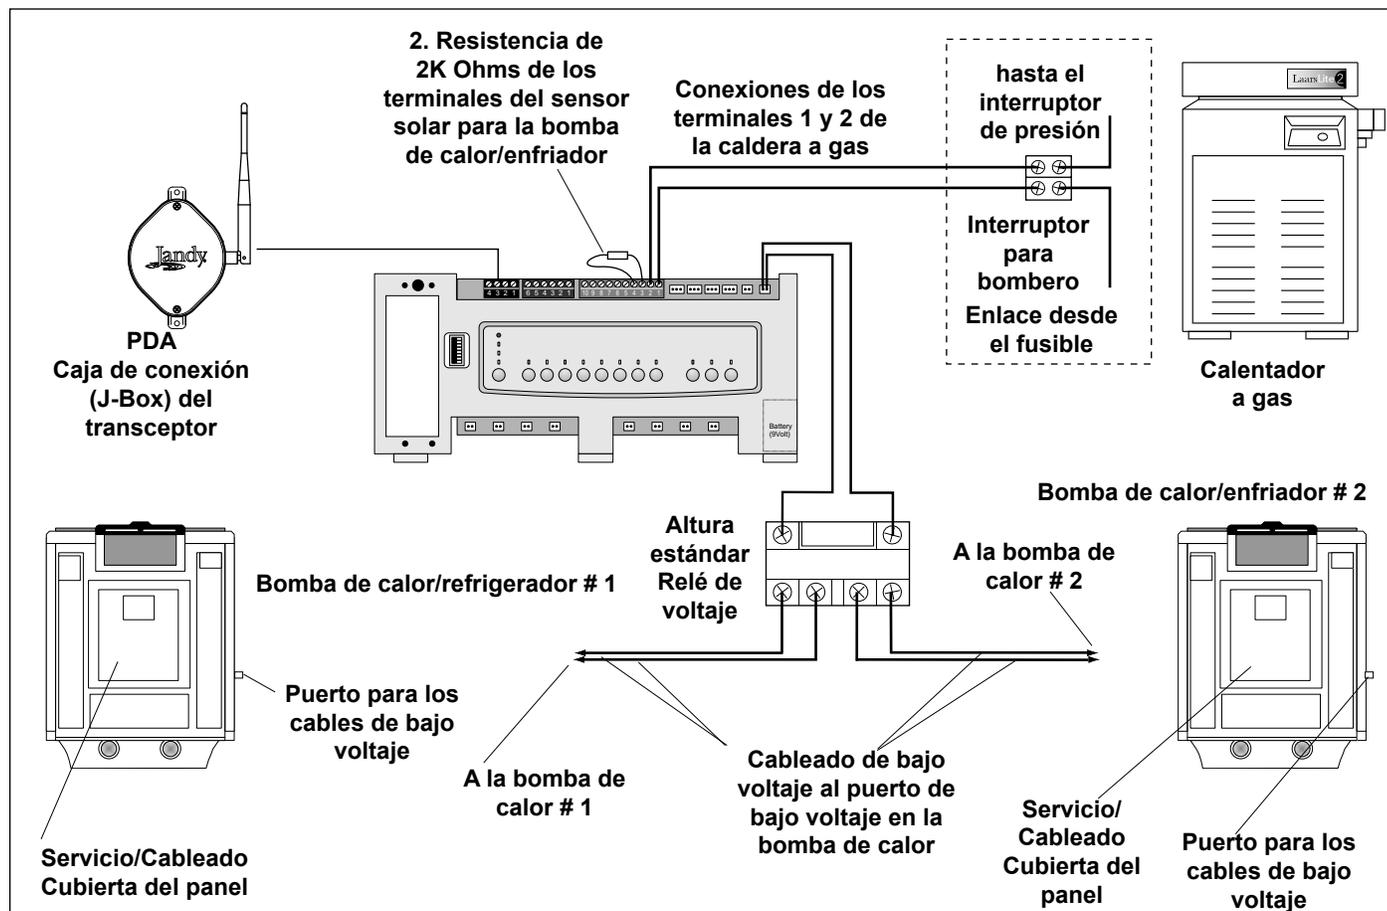

Figura 16. Cableado de la caldera y de la bomba de calor/refrigerador
1. Instale una resistencia de 2.2K Ohms, en las terminales del sensor solar # 3 y 4 de la barra terminal de 10 clavijas del centro de carga del AquaLink RS (véase Figura 16).
2. Para colocar los cables desde la bomba de calor, remueva los 5 tornillos que ajustan la cubierta de servicio/cableado del panel hasta la bomba de calor (véase Figura 16).
NOTA Uno de los extremos del cableado reservado para ir a través de la conexión del conducto identificado como “conexión de bajo voltaje”, ubicado en la parte más inferior a la derecha de la bomba de calor (véase Figura 16).